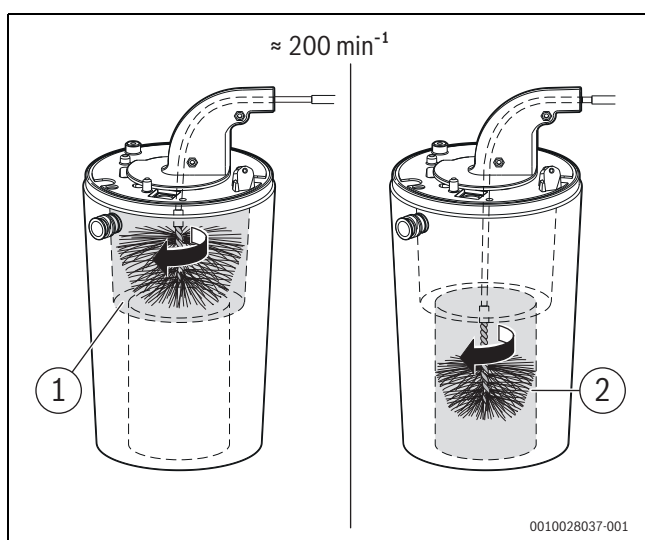

Fig. 53 Nettoyage du corps de chauffe (env. 200 tr/min, rotation à droite uniquement)
- Répéter le processus avec la petite brosse pour la zone inférieure (→ fig. 53, [2]).